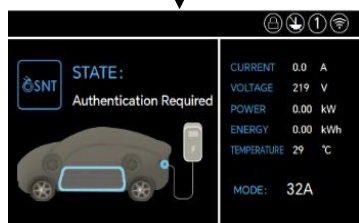

рис.13
- 2) Проведите авторизованной RFID-картой, чтобы начать зарядку, как показано на рис.13